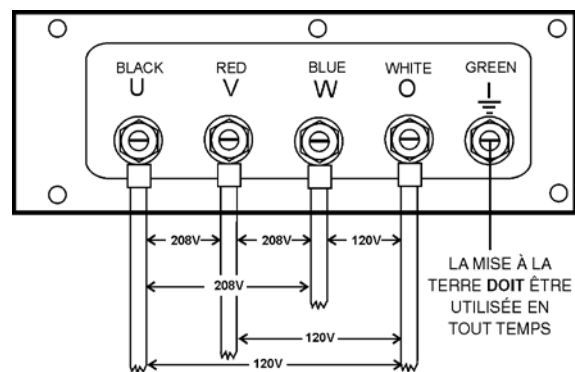

Figure 23. Cosses UVWO Connexions 3Ø-208V/1Ø-120V
2. Connectez les fils de charge aux cosses UVWO comme l'indique la Figure 23.